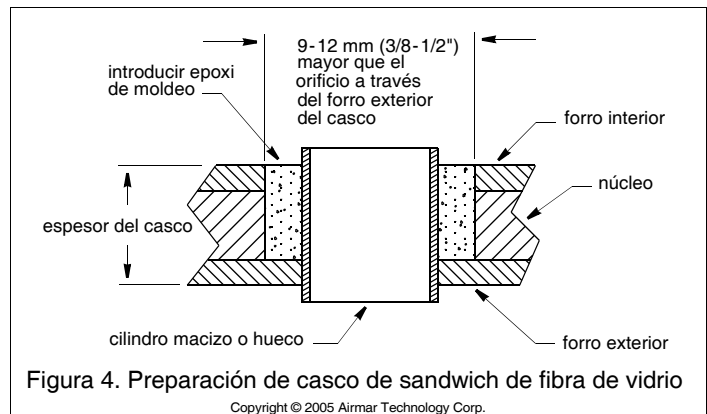

Figura 4. Preparación de casco de sandwich de fibra de vidrio
2. Con una broca hueca de 51 mm o 2", recorte el orificio desde el exterior del casco únicamente a través del forro *exterior* (Figura 4).